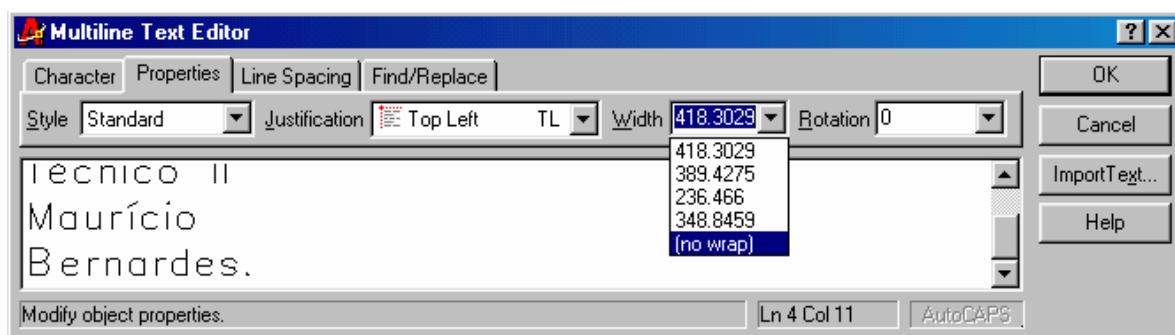

Figura 6.3 – Opção NO WRAP (sem limite)
3. Ainda dentro da janela Multiline Text Editor, clique na pasta Properties e escolha no campo Width a opção NO WRAP (figura 6.3). Isto significa que o texto que você escrever poderá extrapolar o limite do retângulo imaginário supracitado. Em seguida pressione OK.